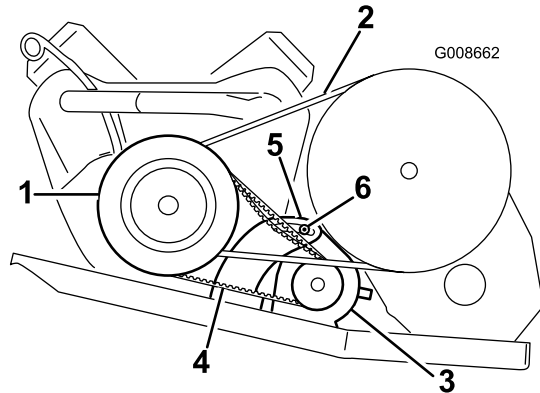

Figura 47
2. Allentate il dado di rotazione del generatore di avviamento (Figura 47).
4. Inclinate il motorino di avviamento nella fessura finché la cinghia non si piega di 6 mm con una forza di 44 N (Figura 47).
5. Serrate il dado del generatore di avviamento e rimuovete il piede di porco (Figura 47). Serrate il dado a 88–115 Nm.